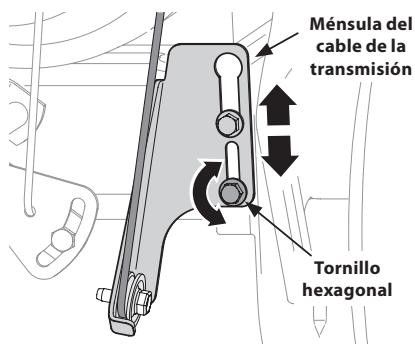

Figura 2-61
- Afloje el tornillo hexagonal inferior del soporte del cable de la transmisión. Vea la Figura 2-61.